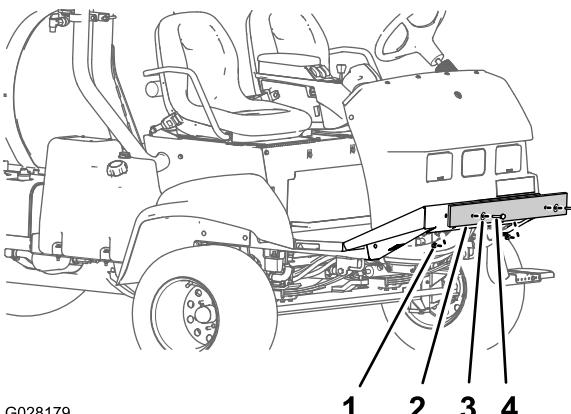

Figura 4
1. Retire los pernos, las arandelas y las tuercas que sujetan el protector de transporte a la placa delantera del chasis (Figura 4).
2. Retire el protector de transporte de la máquina (Figura 4).